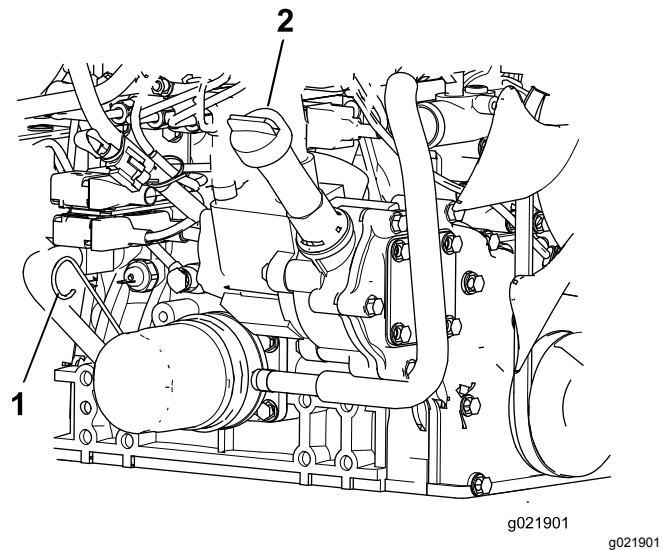

Bild 71
3. Entfernen Sie den Peilstab, wischen ihn ab und führen ihn wieder in das Rohr ein; ziehen Sie ihn dann wieder heraus. Der Ölstand sollte zwischen der Nachfüll- und Voll-Markierung sein (Bild 71).
4. Wenn der Ölstand niedrig ist, entfernen Sie den Einfülldeckel (Bild 71) und füllen Sie Öl ein, bis der Stand zwischen der Voll- und Nachfüllmarkierung liegt. Füllen Sie nicht zu viel ein.